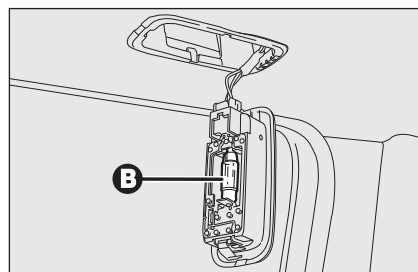

fig. 45
- sostituire la lampada **B-fig. 45** svincolandola dai contatti laterali accertandosi che la nuova lampada risulti correttamente bloccata tra i contatti stessi.